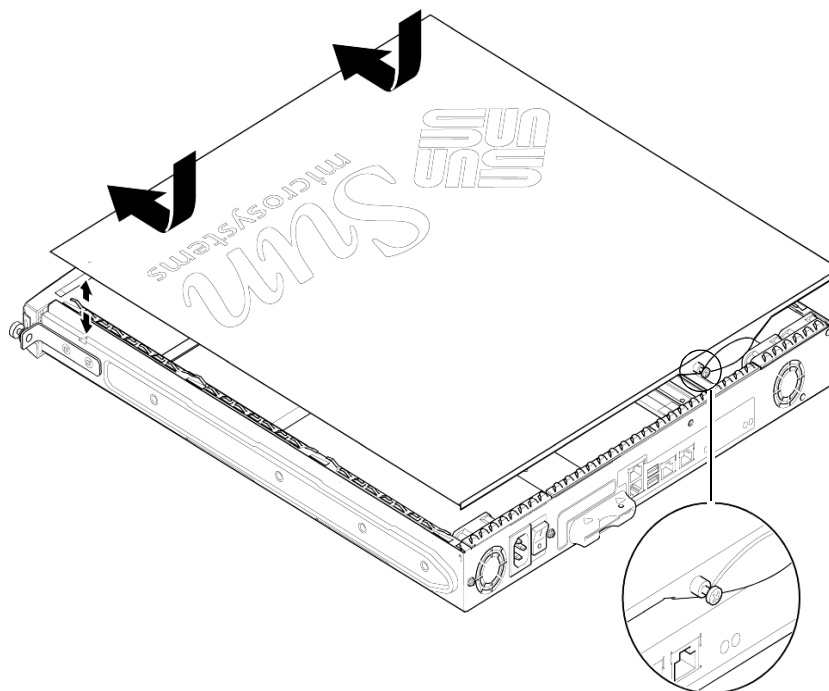

FIGURE 8-4 Mise en place du boîtier supérieur
6. Remettez en place le boîtier du système et serrez les vis de fixation (voir la FIGURE 8-4).